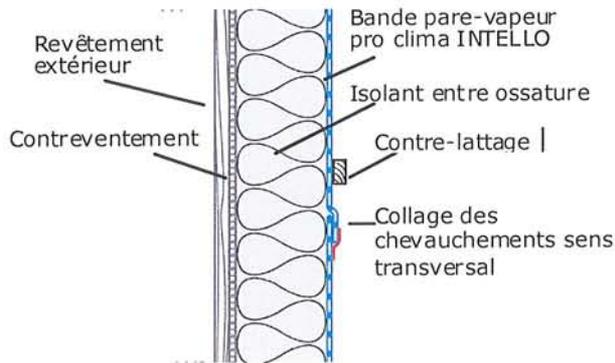

Figure 4 : Collage des lés en cas de pose transversale
- Pose des lés suivants (fig. 4)